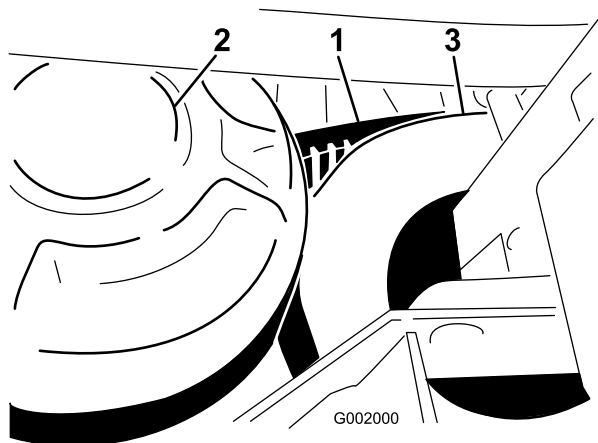

図 59
1. 二次クラッチを回しながら二次クラッチ部分でベルトを外す(図 59)。